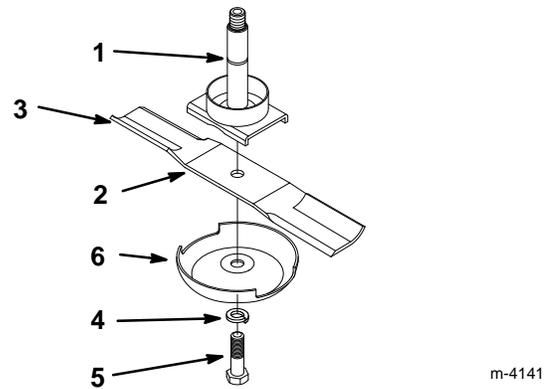
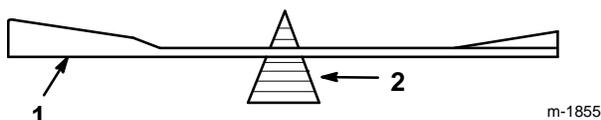

Figure 10
Figure 12
Tenir la lame par l'extrémité avec un chiffon ou un gant épais. Retirer de l'axe de lame le boulon, la rondelle-frein, la coupelle de protection et la lame (Fig. 10).
- Vérifier l'équilibre de la lame en la plaçant sur un équilibreur (Fig. 12). Si la lame reste horizontale, elle est équilibrée et peut être utilisée. Si la lame est déséquilibrée, limer un peu l'extrémité de la partie incurvée (Fig. 10). Vérifier de nouveau et répéter la procédure jusqu'à ce que la lame soit équilibrée.
- Placer la lame sur son axe (Fig. 10).
- Mettre en place la rondelle-frein et le boulon de lame (Fig. 10). Serrer le boulon à 85-110 ft-lb (115 à 140 N•m).